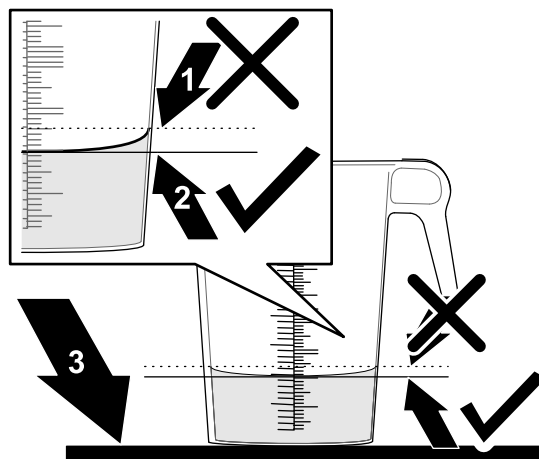

Figura 47
- Collocate il recipiente graduato su una superficie piana e rilevate il volume del fluido (Figura 47).